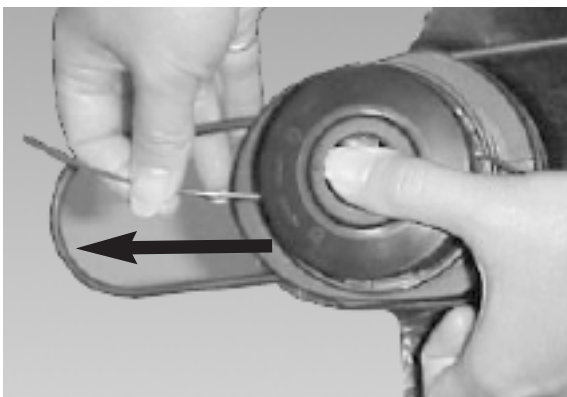

Fig. 29
9. Pour vérifier que le fil avance bien correctement, poussez le bouton avec votre pouce tout en tirant le fil avec vos doigts. Le fil doit pouvoir avancer librement. (Fig. 29).